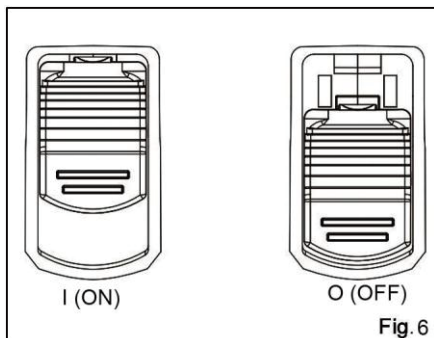

Fig. 6
ATTENTION ! Avant de brancher l'outil, vérifiez toujours que le commutateur fonctionne correctement et revient à la position « OFF » lorsque vous appuyez sur l'arrière du bouton de commutateur. Poussez le bouton de commutateur vers l'avant et appuyez vers le bas, le bouton peut être verrouillé sur la position "I (ON)" et lorsqu'il est relâché, il peut revenir automatiquement sur la position "O (OFF)". Pour démarrer l'outil, poussez le bouton de commutateur sur la position "I (ON)" et verrouillez-le ; pour arrêter l'outil, relâchez le bouton et il rebondit en position "O (OFF)". (Fig. 6)